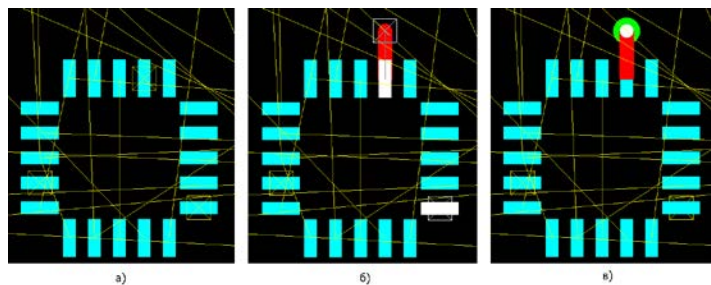

Рис. 1. Трассировка стрингера на внутренний слой питания.
Все выводы SMD компонентов, которые должны быть соединены с внутренними слоями питания и заземления, система помечает специальным маркером в виде квадрата с перекрестием (рис. 1а). По умолчанию все подобные маркеры имеют желтый цвет, но как мы знаем, для удобства для линий связи каждой конкретной цепи цвет может быть назначен индивидуально.
5. Сдвинем указатель мыши немного вверх и нарисуем короткий сегмент проводника. Маркер будет следовать за указателем мыши (рис. 1б).
Система добавит переходное отверстие на указанный слой и завершит рисование проводника (рис. 1в).